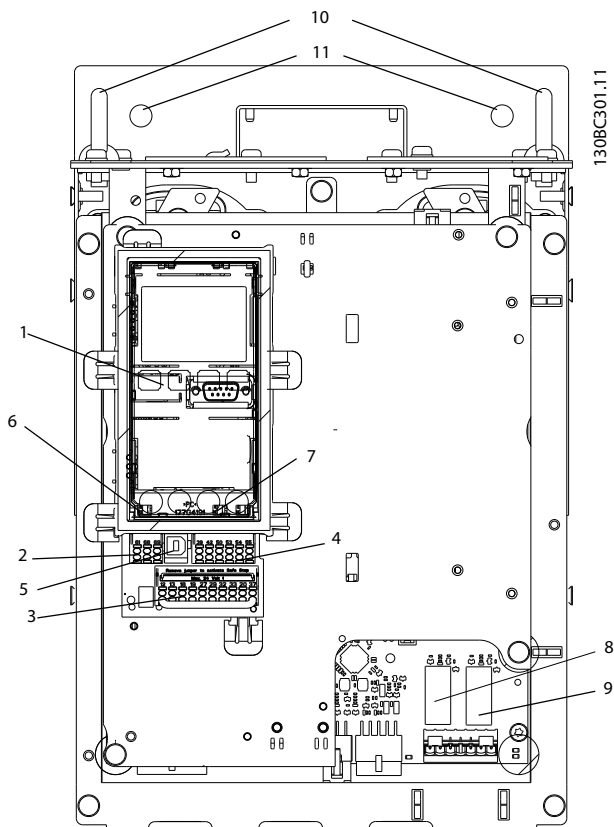

Abbildung 9.56 Lage der Relaisstecker, Pos. 8 und 9
- Entfernen Sie alle Relaisstecker mit der Aufschrift „RELAIS“. Siehe *Abbildung 9.56*.